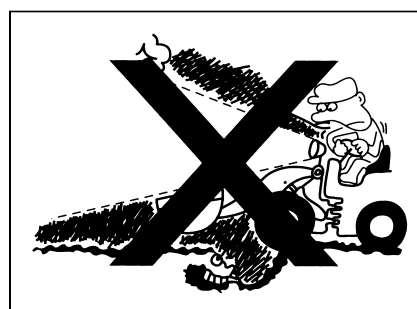

Рис. 1-57
- При работе следует включить переднюю фару и потолочную лампу (рис. 1-57).